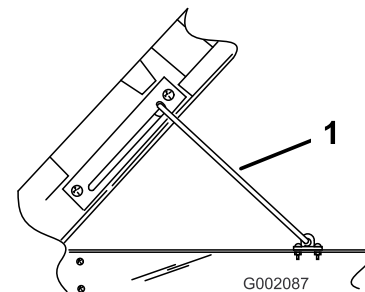

Figure 15
2. Placez la béquille de maintien dans la fente de verrouillage pour bloquer le plateau en position (Figure 15).